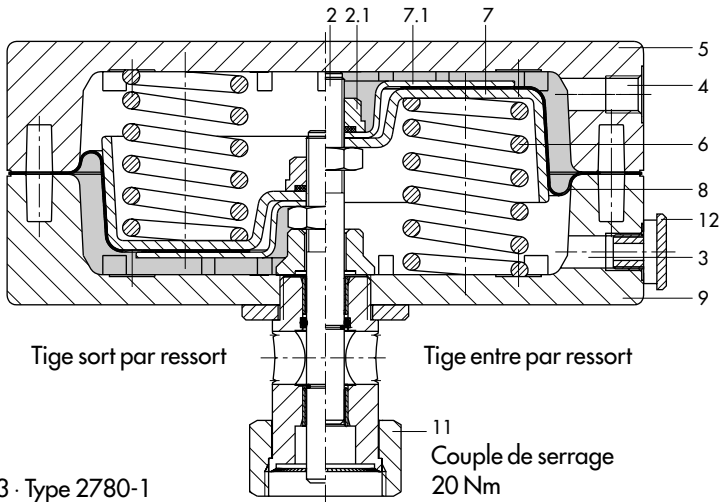

Fig. 3 · Type 2780-1
3.2 Echange de la membrane (fig. 3 et 4)